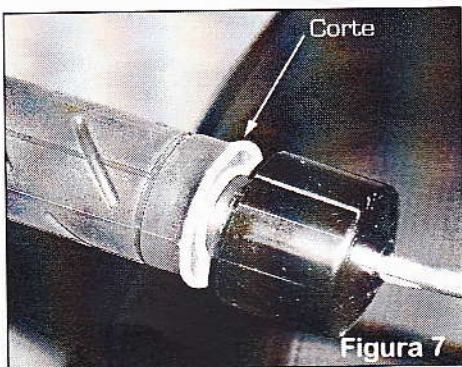

Figura 7
2. Recortar la parte exterior de goma del manillar a ras de tubo a fin de que el pivote suministrado ajuste correctamente. (Figura 7)